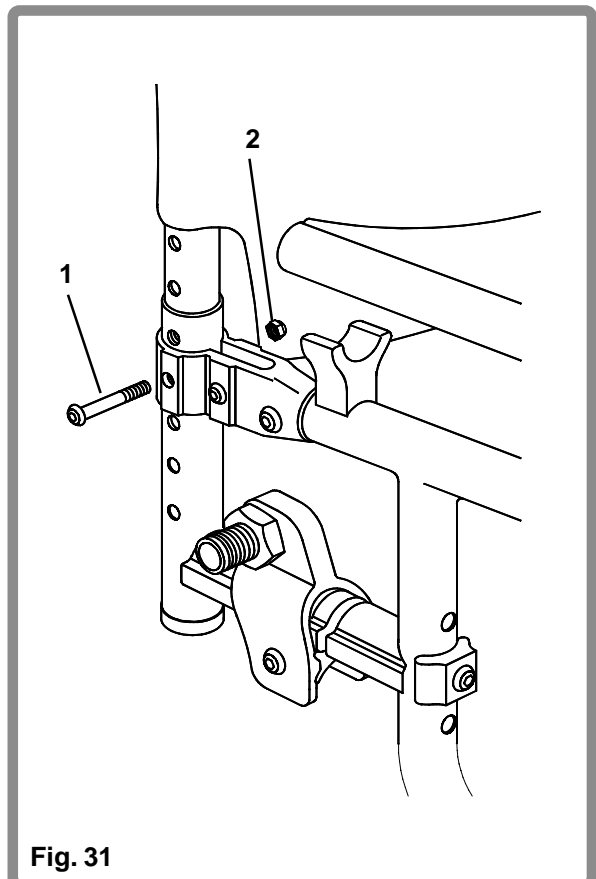

Fig. 31
Om de rugbuis door het achterframe (Fig. 31) te verstellen moet de spanning van de rug worden afgenomen door de stoel gedeeltelijk op te vouwen. Verwijder bout (1) en moer (2) met een 4mm inbusleutel van beide rugbuizen. Kies de gewenste hoogte voor de rugbuis, plaats de bouten en moeren terug en haal deze aan op 7-12Nm koppel.
De hoogte van de rug kan ook worden ingesteld via het achterframe (Zie pagina 30 Fig. 31).
- 1 Door het achterframe (Zie pagina 30 Fig. 31). Gebruik deze hoogteinstelling om de rughoek-verstelling (1) op de gebruiker af te stellen. Het plaatsen van de rughoekverstelling in deze positie voorkomt een slappe houding en helpt het **bekken** in een neutrale positie te houden.